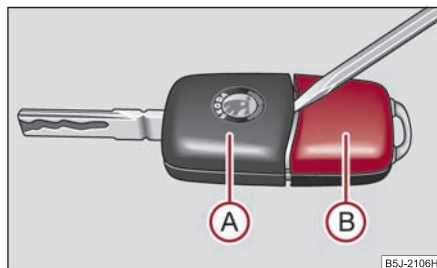

Fig. 33 Desfacerea cheii cu telecomandă
Fiecare cheie conține o baterie, care se găsește în capacul carcasei emițătorului (B) ⇒ fig. 33. Vă recomandăm să vă adresați unei unități autorizate pentru înlocuirea bateriei telecomenzii. Dacă doriți totuși să înlocuiți singur bateria, procedați în felul următor:
- Desprindeți cheia (A) ⇒ fig. 33 cu ajutorul unei șurubelnițe de carcasa (B).